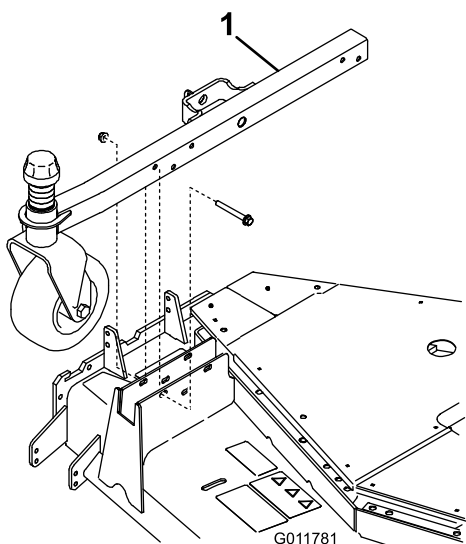

Figura 4
2. Rimuovete i bulloni e i dadi che fissano la ruota orientabile destra all'elemento di taglio (Figura 4). Rimuovete la ruota orientabile.